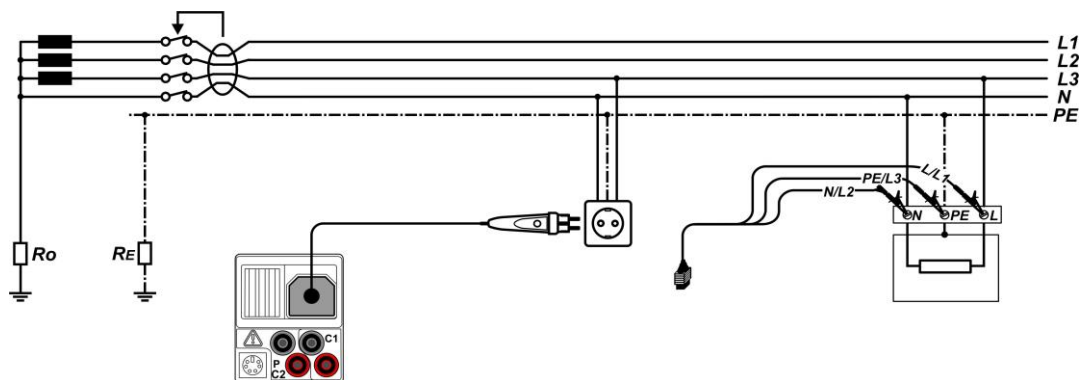

Abbildung 5.17: Anschließen des Stecker-Commanders und der 3-Leiter-Prüfleitung
- Schließen** Sie die Prüfleitungen am Prüfling an (siehe *Abbildung 5.17*).
- **Schließen** Sie die Prüfleitungen am Prüfling an (siehe *Abbildung 5.17*).
<ul style="list-style-type: none"> <input type="checkbox"/> Wählen Sie die Funktion RCD mithilfe der Funktionswahltasten aus. <input type="checkbox"/> Stellen Sie die Unterfunktion AUTO ein. <input type="checkbox"/> Stellen Sie (ggf.) die Prüfparameter ein. <input type="checkbox"/> Schließen Sie das Prüfkabel am Instrument an. <input type="checkbox"/> Schließen Sie die Prüfleitungen am Prüfling an (siehe Abbildung 5.17). <input type="checkbox"/> Drücken Sie die Taste TEST, um die Messung durchzuführen 	Start des Tests